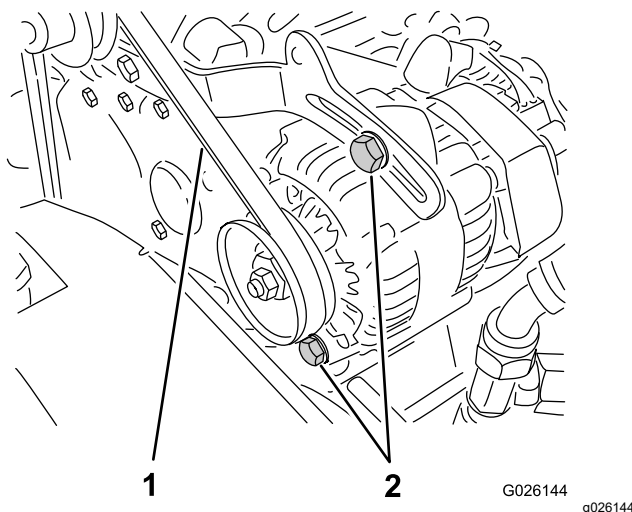

Figura 67
2. Compruebe la tensión presionando la correa en el punto intermedio entre las poleas del cigüeñal y del alternador con una fuerza de 10 kg (Figura 67).
- A. Afloje los 2 pernos de montaje del alternador (Figura 67).
luego apriete los pernos de montaje (Figura 67).